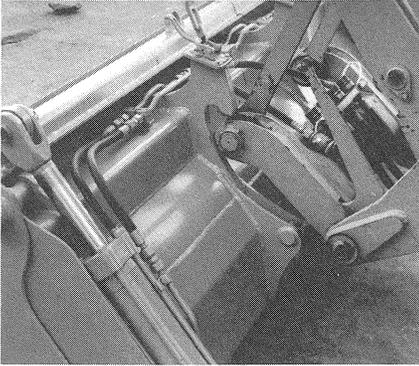

Bild 21
(1) Schaufelarm in unterste Stellung bringen und Schnellwechselrahmen abkippen (Bild 21).
Normalschaufeln werden, wie in Bild 21, 22 und 23 beschrieben, angebaut.